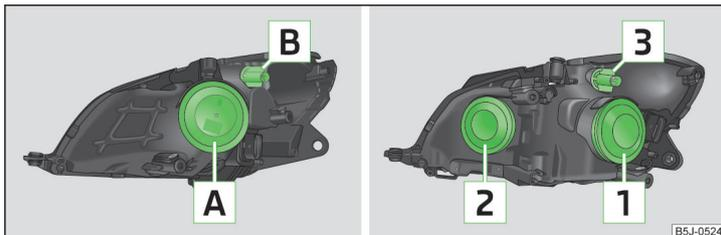

Abb. 154 Glühlampenordnung: Halogen-Scheinwerfer / Halogen-Projektorscheinwerfer
- Die Gummiabdeckung **A** » Abb. 154 auf Seite 178 abnehmen.
- Die Gummiabdeckung **1** » Abb. 154 auf Seite 178 abnehmen.
- Die Gummiabdeckung **2** » Abb. 154 auf Seite 178 abnehmen.
- Die Fassung **B** » Abb. 154 auf Seite 178 bzw. die Fassung **3** bis zum Anschlag **entgegen dem Uhrzeigersinn** drehen und zusammen mit der Glühlampe für Blinklicht herausnehmen.
- Die Gummiabdeckung **A** » Abb. 154 auf Seite 178 bzw. **2** abnehmen.